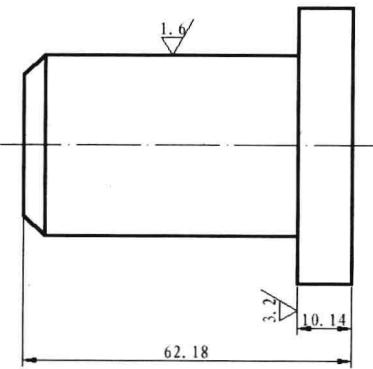

图 6-1-11
(7) 命令行提示“指定插入点或 [基点(B)/ 比例(S)/ 旋转(R)]”，单击一点作为插入点，属性块对象即可被放置在该点位置。
(8) 命令行提示“输入属性值，输入粗糙度值 <0.0>”，输入“1.6”，按 Enter 键。在视图中插入带属性的块。
(9) 在“块”面板中单击“插入”按钮 \square ，打开“插入”对话框，选择块名称“属性粗糙度”，“旋转”项目下角度设置为“90”，单击“确定”按钮，在视图中单击一点。命令行提示“输入属性值，输入粗糙度值 <0.0>”，输入“3.2”，按 Enter 键。在视图中插入逆时针旋转 90 度的属性块，如图 6-1-11 所示。